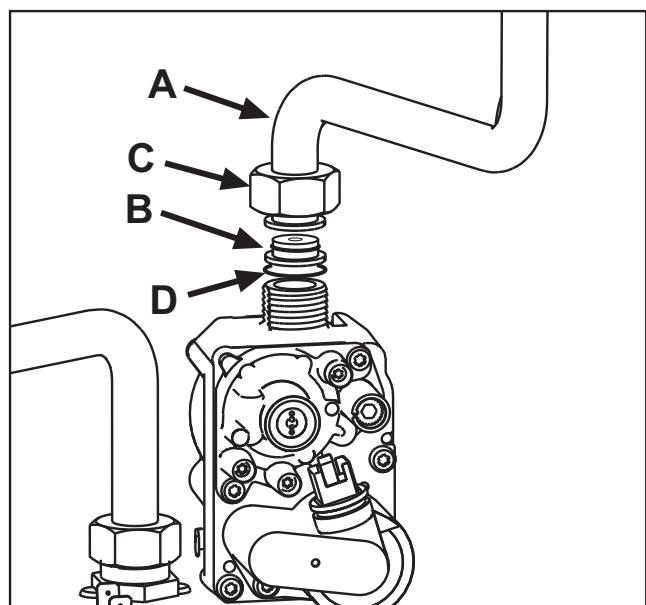

fig. 23
3. Dévisser la rondelle C et enlever le tuyau de gaz A de la vanne à gaz (voir fig. 23).
4. Remplacer le gicleur B B présent dans le tuyau gaz par celui contenu dans le kit de transformation après avoir intercalé le joint D (voir fig. 23).